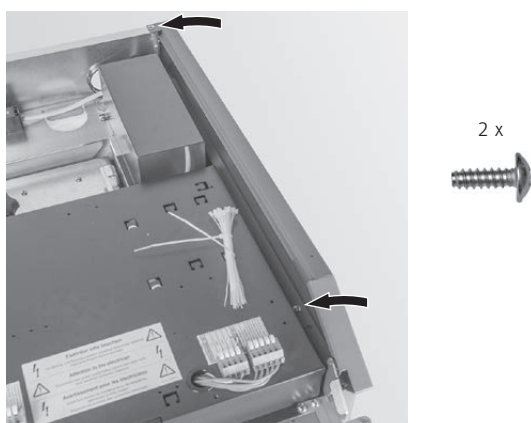

Fig. 99 Infilare la parte superiore del rivestimento e avvitare
- ▶ Infilare la parte superiore del rivestimento in corrispondenza della parete laterale destra e fissarla con 2 viti autofilettanti su ciascun lato – Fig. 99.